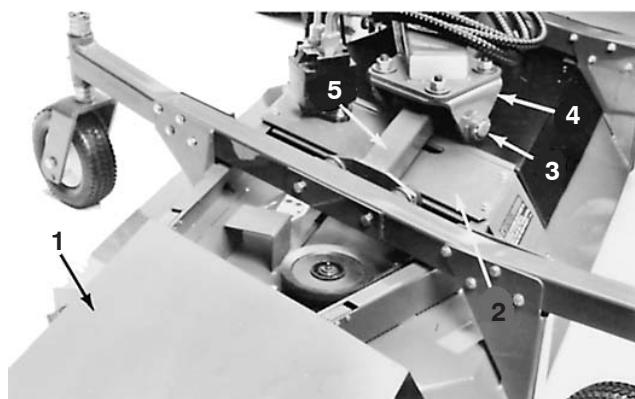

Bild 71
3. Entfernen Sie die Bundkopfschrauben, mit denen die Getriebeplatte am Mähwerk befestigt ist. Drehen Sie zum Trennen der Platte und des Antriebsmotors vom Mähwerk das Plattenende zur Zugmaschine (Bild 71). Kippen Sie die Platte, den Motor und die Scheibe seitlich und nehmen Sie sie vom Mähwerk ab. Achten Sie darauf, dass Sie nicht die flexiblen Hydraulikschläuche verbiegen, verdrehen, abknicken oder beschädigen.
4. Nehmen Sie die Sicherungsmutter ab, mit der die Mähwerkgelenkwelle am Mähwerksplint und der Hubstange befestigt ist (Bild 71).